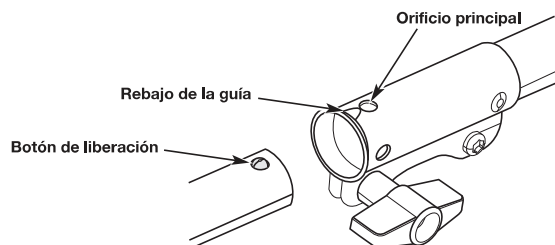

Fig. 4
4. Ponga en línea el botón de liberación con la ranura de la guía (Fig. 4).
3. Presione y mantenga presionado el botón de liberación (Fig. 4).